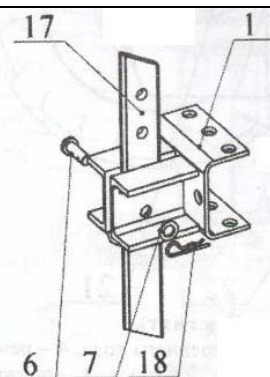

Рис. 3
8. Установите ограничитель 17 (см. Рис. 3) на нужную глубину обработки почвы и закрепите фиксатором 6, шайбой 7 и шплинтом 18.